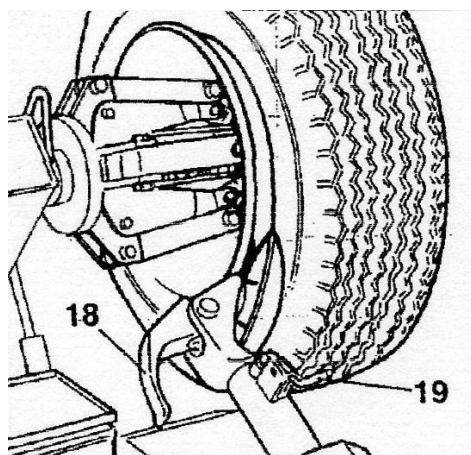

Рисунок 15
8.3.4 Работая со стойки управления, двигайте колесо, пока внешняя сторона шины не будет касаться диска отжима борта (Рисунок 15).
8.3.6 С помощью стойки управления переведите рычаг монтажного инструмента в нерабочее положение и сориентируйте его в положение для работы с внутренней частью колеса (Рисунок 15). Перенесите стойку управления в рабочую позицию D.
Примечание: В ходе отжима борта можно опустить крюк монтажного инструмента (поз. 18, Рисунок 15), чтобы он не мешал работе.